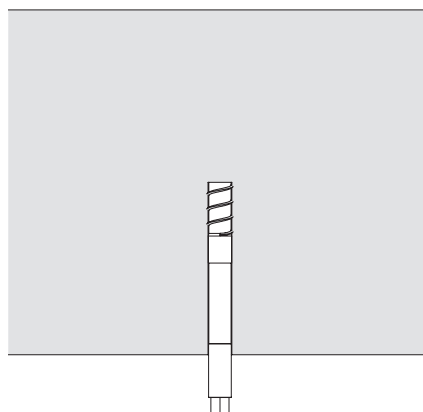

Fig. A5.18
1. Iniettare la malta composita CF-T 300 V (50).
2. Avvitare insieme fino in fondo l'elemento di attacco M16/M24x50 (51) e la boccola filettata TSM BC 22x75 IM16 (52)
3. Avvitare il gruppo nel foro utilizzando un avvitatore (coppia nominale 600 Nm). (Fig. A5.18)
7. Bloccare la testa di sospensione VGK con dado esag. ISO7040-M24-8 (24).